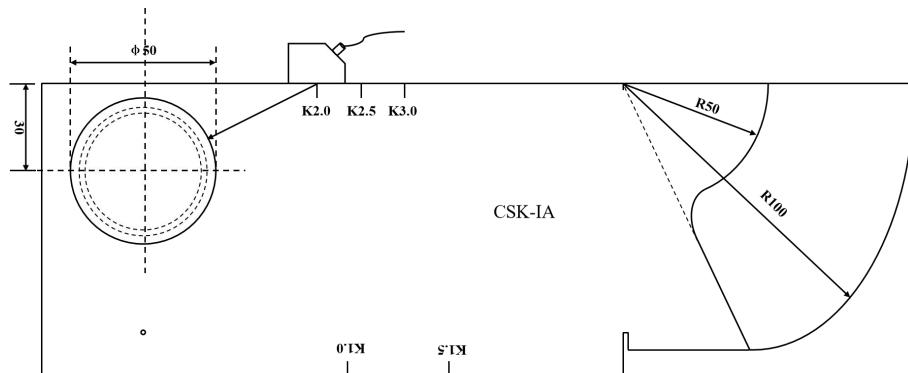

图 4.3 斜探头 K 值校准时探头放置区域
①首先根据第4.1.2.1节内容，完成斜探头声速和零偏值的校准。
①在完成斜探头校准的第⑥步后(详见第4.1.2.1节)，不退出自动调校功能，功能状态栏直接点击【探头K值】，仪器弹出K值校准参数设置窗口；
②用户根据CSK-IA试块参数，输入孔径值(50mm)、孔深值(30mm)，点击【取消】，则退出K值校准；点击【开始校准】，则进入K值自动校准状态；
- ③将斜探头移动至 CSK-IA 试块的上表面的 K 值校准区域，如图 4.3 所示；
④微调斜探头，直到找到 $\phi 50$ 孔径的最高回波位置并保持不动，此时功能状态栏中的 K 值会根据探头位置实时更新；